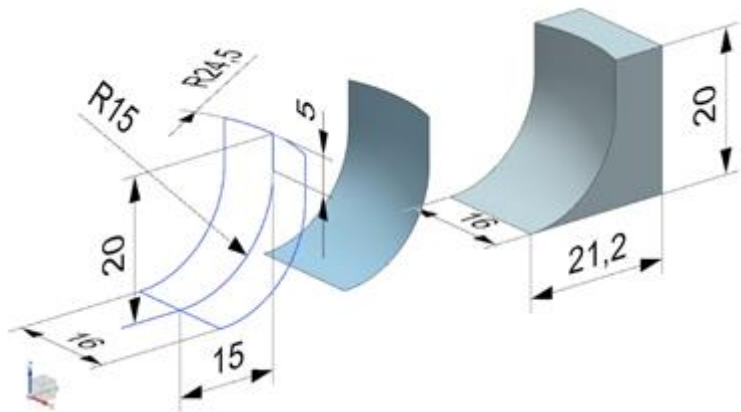

Рис.4
- 22 Как можно получить в Solid Edge твердое тело на рис.4?